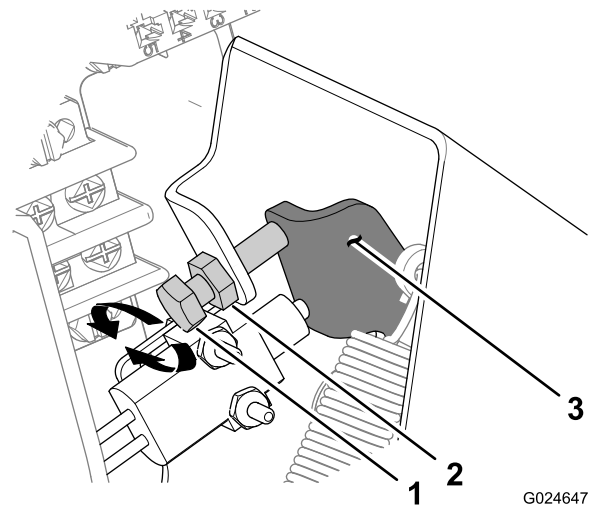

Figura 44
- A. Afloje la contratuerca que sujeta el tope del pedal del acelerador (Figura 44).
- En sentido horario para aumentar el recorrido libre del pedal (Figura 44).
- En sentido antihorario para reducir el recorrido libre del pedal (Figura 44).
C. Apriete la contratuerca (Figura 44).
D. Repita los pasos 1 a 4 para medir el recorrido libre del pedal (Figura 44).